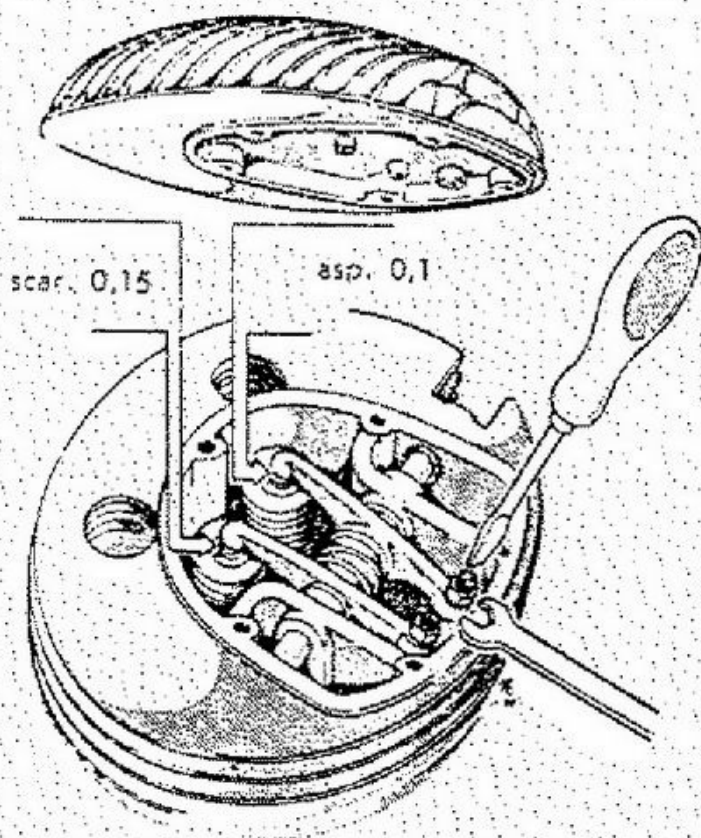

Fig. 13
2. Registrare il gioco tra bilancieri e valvole (vedi fig. 13). Questa operazione si effettua, dopo aver tolto il coperchio della testa, fissato con 5 viti, allentando con chiave da mm. 10 il dado del registro ed avvitando e svitando con cacciavite il registro sino ad ottenere il gioco prescrit-